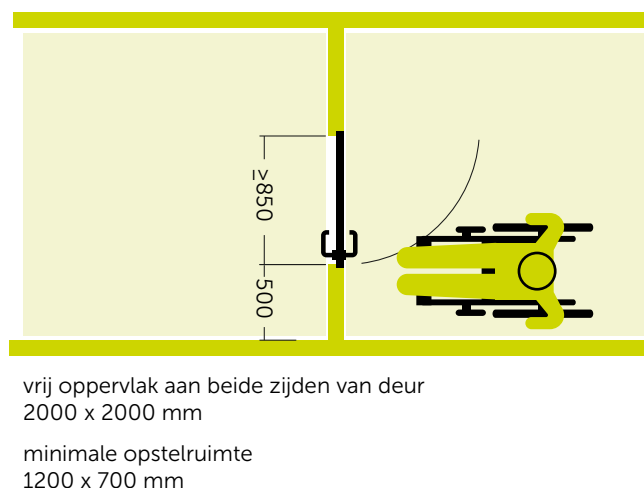

fig 3 Ruimte voor een goede entree van een publieke ruimte
- Voor en achter de toegangsdeur is er een vrije ruimte van $\geq 2000 \times 2000$ mm. (fig 3)
op de deur is ≥ 500 mm, tenzij de deur is voorzien van een deurautomaat. Deze ruimte is nodig om met een rolstoel een deur te openen. (fig 3)
- Voor de toegangsdeur is een vrije ruimte van 1500×1500 mm nodig (minimaal 1200×1500 mm). (fig 3)
- Achter de toegang een vrije ruimte van 1500×1500 mm of 1350×1850 mm. (fig 3)
- De ruimte tussen de slotzijde van de deur en de muur haaks op de deur is ≥ 350 mm, tenzij de deur is voorzien van een deurautomaat. Deze ruimte is nodig om met een rolstoel een deur te kunnen openen. (fig 3)